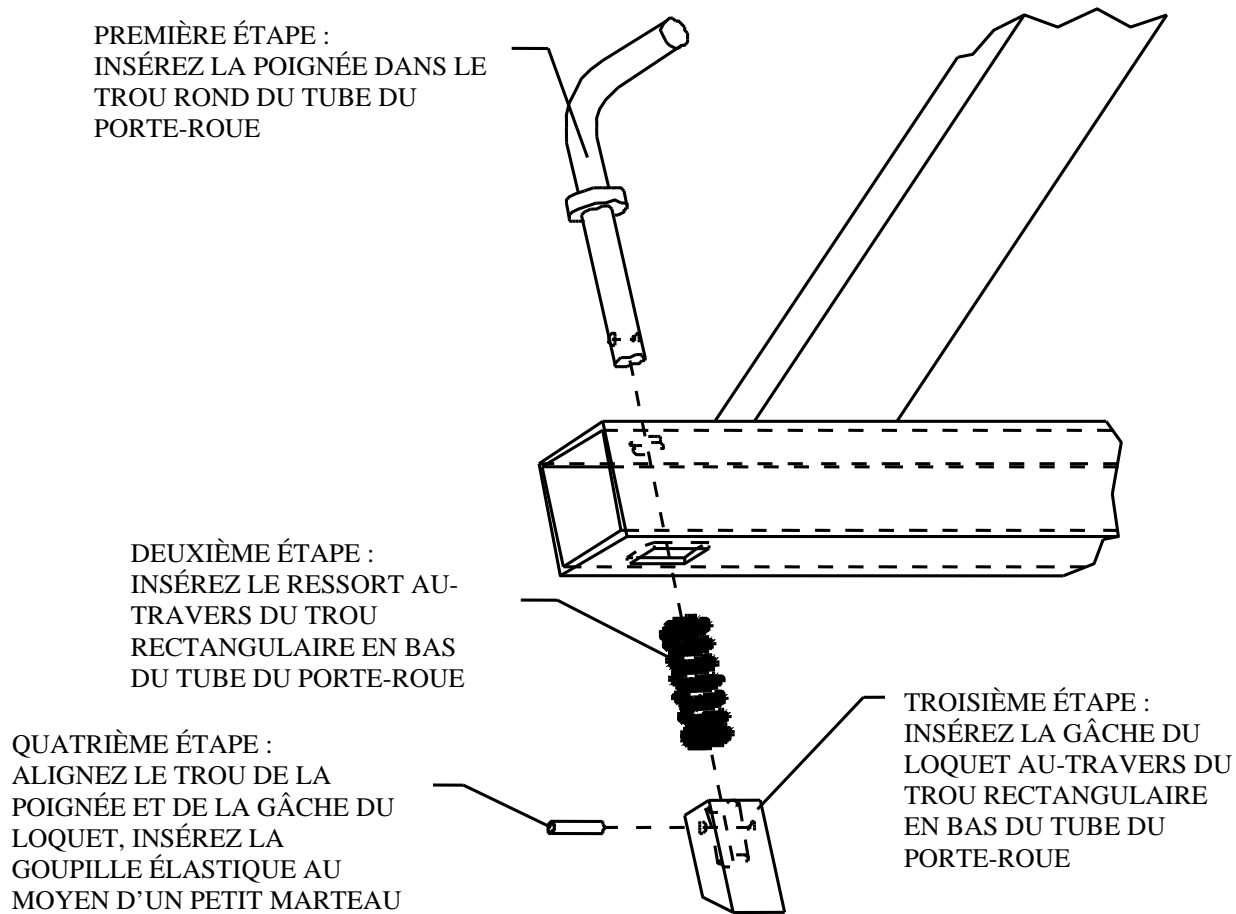

FIGURE 7, VUE EXPLOSÉE DE L'ENSEMBLE DE LA GÂCHE.
18. Montez le mécanisme du loquet. Insérez la poignée dans le trou en haut du tube du porte-roue. Puis insérez le ressort hélicoïdal fourni au travers du trou rectangulaire en bas du tube. Insérez la gâche du loquet au travers du même trou rectangulaire. La poignée sera insérée dans le trou d'un diamètre de ½ po. dans la gâche. Alignez les petits contre-trous de la poignée et de la gâche. Insérez la goupille élastique, en la frappant avec un marteau, au travers du trou de la gâche et de la poignée. Elle ne doit pas dépasser de chaque côté de la gâche une fois correctement installée. Cf. **Figure 7** pour une vue explosée de l'ensemble.